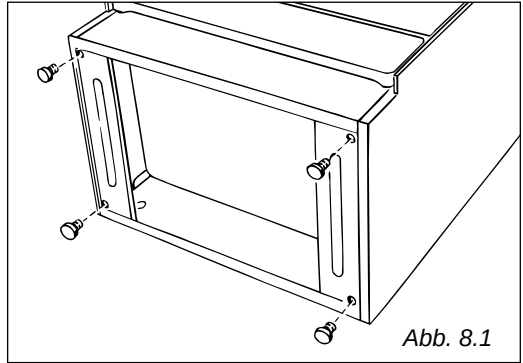

Abb. 8.1
- Stellfüße montieren, um den Fußboden nicht zu beschädigen. Hierzu den Herd seitlich hinlegen (siehe Abb. 8.1) und die beiliegenden 4 Füße in die entsprechenden Löcher eindrücken.